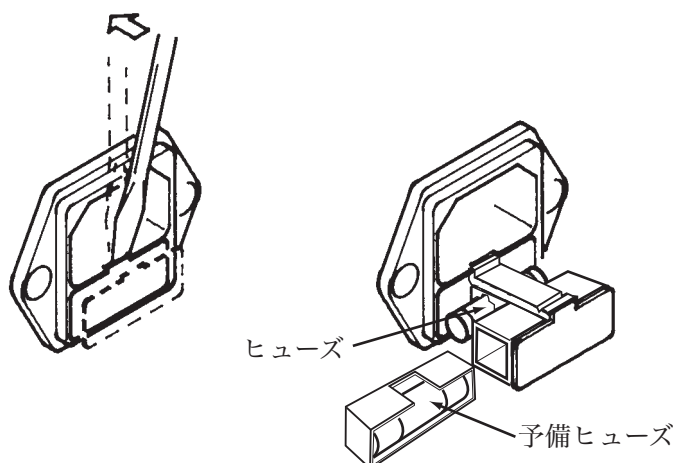

図 7-1 ヒューズホルダの外し方
3. 図 7-1 のようにマイナスドライバーなどでヒューズホルダを外します。